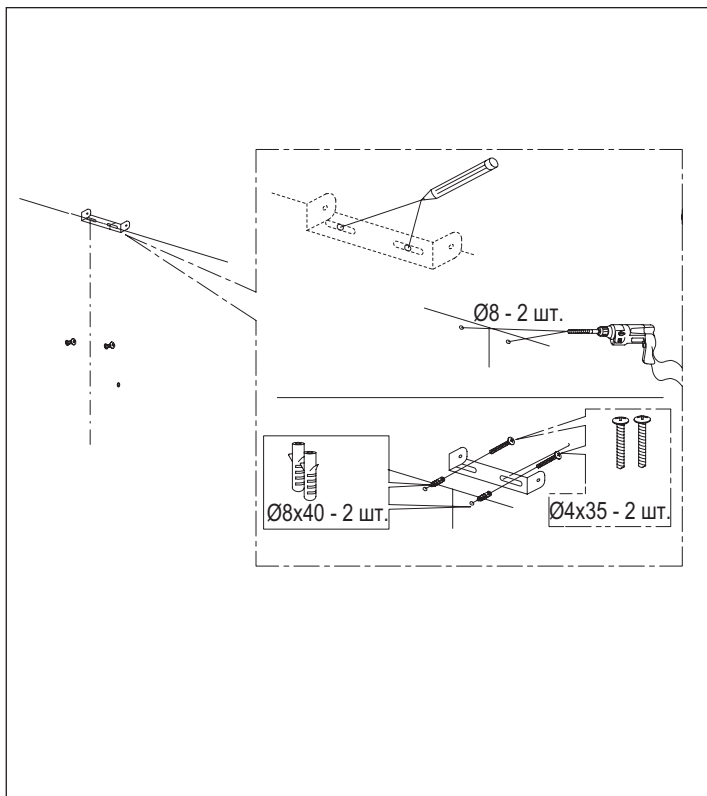

Рис. 4
3. Сделайте разметку для монтажной планки и закрепите ее на стене (Рис. 4).